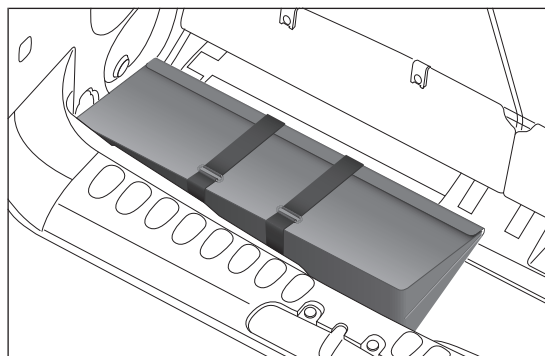

fig. 27
- ❑ Versions 7 places : ouvrir le coffre à bagages et prendre la boîte à outils fig. 27;